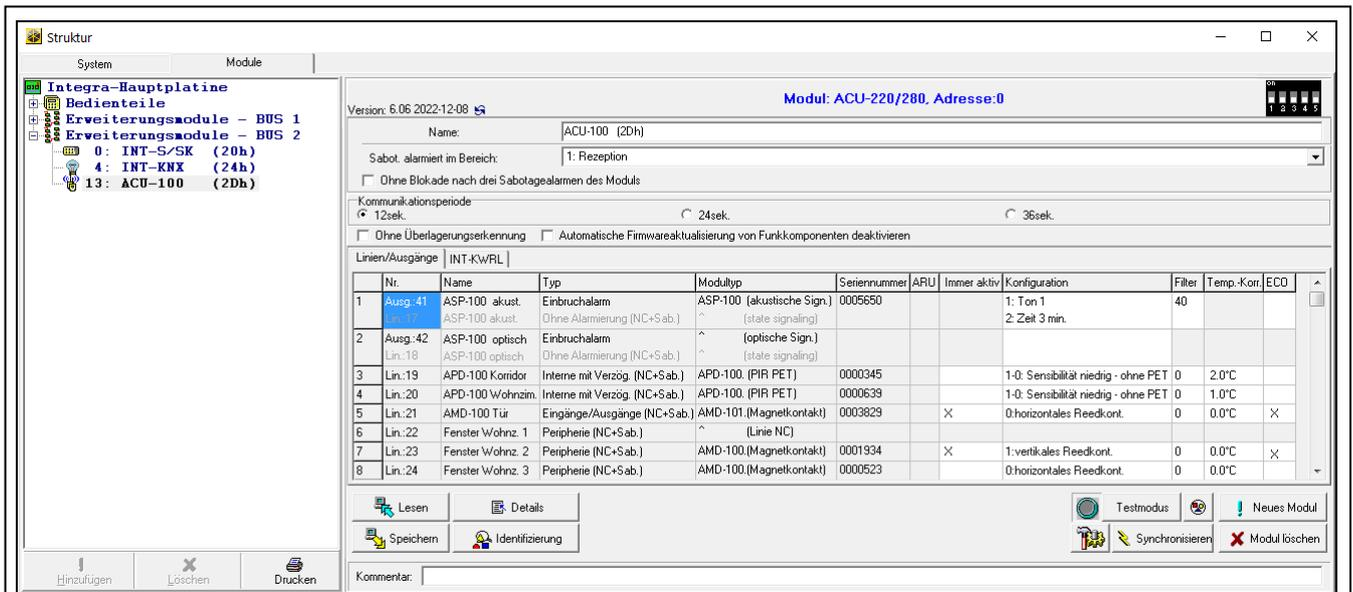

Abb. 23. Programm DLOADX: Parameter und Optionen des an die Zentrale INTEGRA / INTEGRA Plus angeschlossenen Funkbasismoduls.
- Programm DLOADX: Fenster „Struktur“ → Registerkarte „Module“ → Zweig „Erweiterungsmodule“ → [Name des Funkbasismoduls] (Abb. 23).